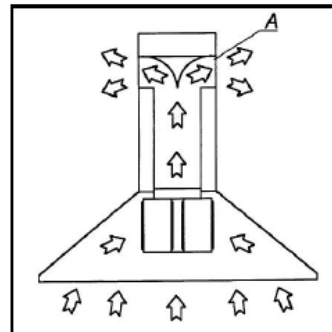

Fig.2
**VERSIÓN FILTRANTE (Fig.2) (Opcional):** Descarga los humos y olores aspirados reciclados normalmente de nuevo al interior del local (A). Esta opción suele usarse cuando no hay posibilidad de descargar al exterior. Se informa que con esta opción la aspiración se verá reducida, y el nivel sonoro es mayor que con la versión aspirante.